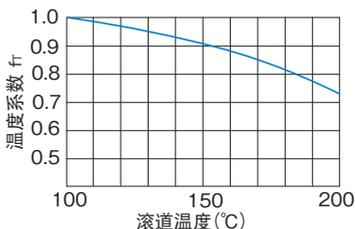

图2 温度系数 (f_T)
- f_T : 温度系数(参照图11-6图2)
f_T : 温度系数 (参照图11-6图2)
如果板式滚柱链的使用环境温度超过100°C时,就要考虑高温的不良影响,将基本额定载荷乘以图2中表示的温度系数。